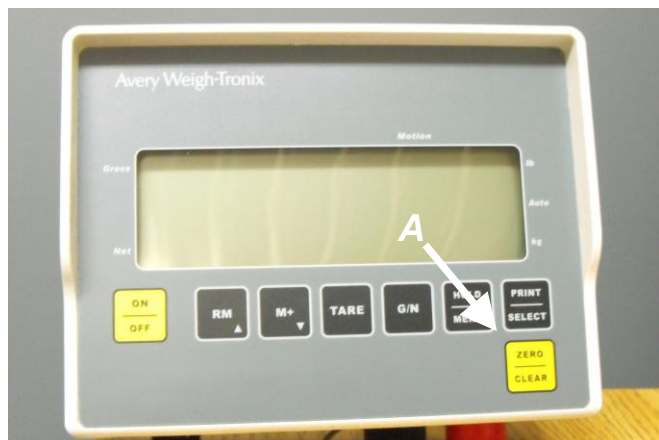

Figure 14
3. Si l'applicateur est équipé d'un système de balance électronique, assurez-vous de peser sur la touche ZERO/CLEAR [Figure 14, **A**] avant de remplir la trémie. Pour plus de détail, se référer à la section CALIBRATION de ce manuel.